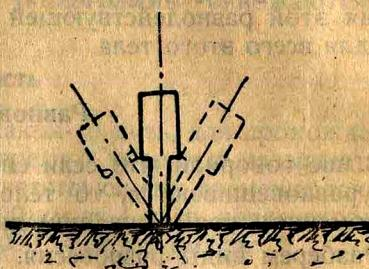

Рис. 26.
3. Неустойчивое равновесие — в неустойчивом равновесии тело находится тогда, когда центр тяжести его расположен выше точки опоры, и если тело, будучи выведенным из первоначального положения равновесия, к нему больше не возвращается, а стремится это отклонение еще увеличить. Примером такого равновесия может служить ручная граната, поставленная ручкой вниз (рис. 26) на неподвижную опору.